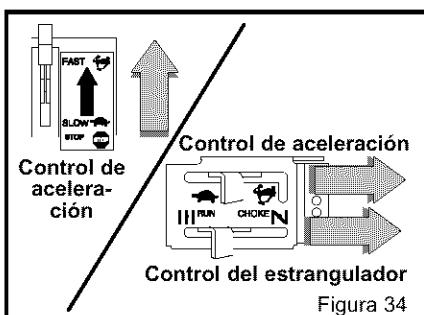

Figura 34
5. Coloque la palanca de **control de aceleración** (si la tiene) en la posición MAR-CHA RÁPIDA (Figura 34).
6. Mueva la palanca de **control del estrangulador** hacia la posición AHOGAR (Figura 34).